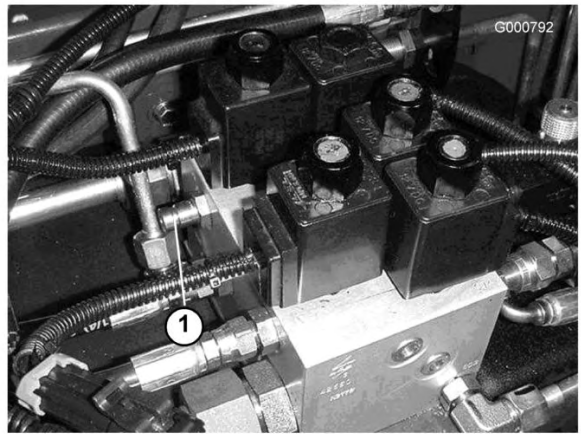
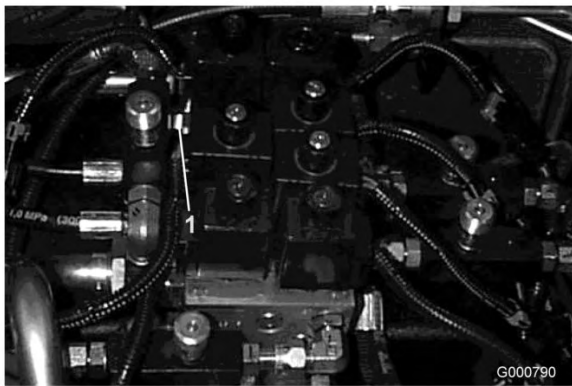

図 81
図 80
1. テストポートA (図 80 と 図 81) は、昇降シリンダの故障探究用です。